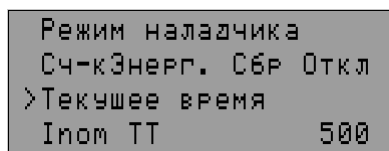

Рисунок 5.9 – Режим **Уровень наладчика**
- 2) Кнопками **ВВЕРХ** или **ВНИЗ** последовательно набрать три цифры пароля наладчика от 1 до 9, разделяя набор нажатием кнопки **ЗАП/СБР/ВЫБ**. Если пароль неверен, то УБЗ-304 возвратится в состояние **Просмотр измеряемых и вычисляемых параметров**, иначе перейдет на **Уровень наладчика** (рис. 5.9).
- кнопками **ВВЕРХ** или **ВНИЗ** выбрать параметр (рис. 5.9);